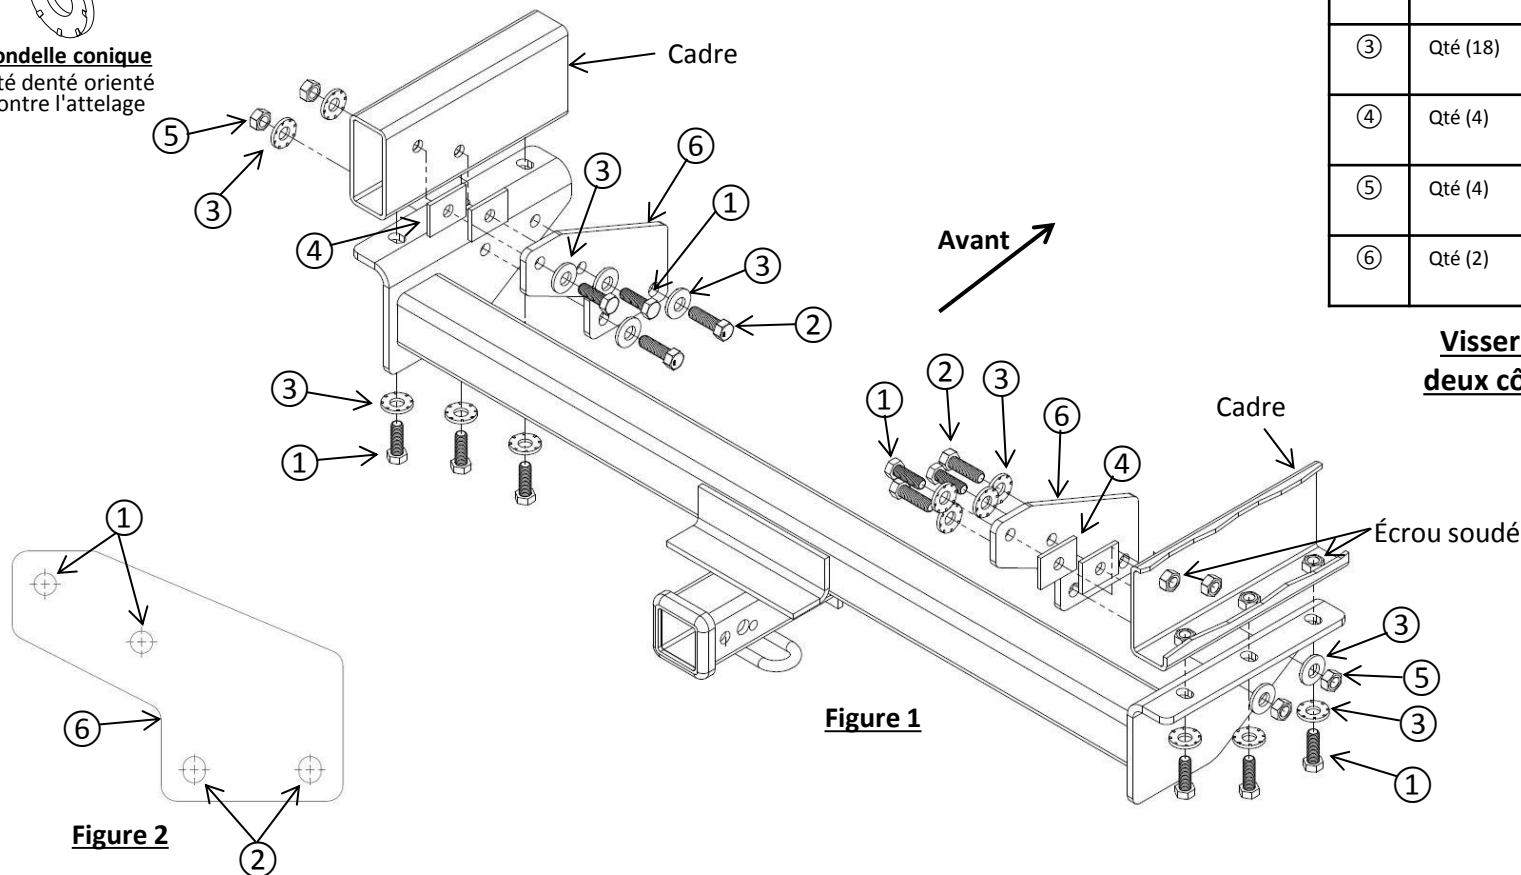

Figure 1
- Install Bolt Plate** – Install (2) M12 bolts (item 1) and (2) conical washers through the top (2) holes of each bolt plates. On each bolt put (1) spacer then thread the bolt into the weldnut in the frame as shown in Figure 1. In the bottom (2) holes of each bolt plate and each hitch bracket thread (1) M12 bolt (item 2) and (1) conical washer and secure each bolt with (1) conical washer and (1) M12 nut.
- Installer les plaques de boulons** – Poser deux (2) boulons M12 (art. 1) et deux (2) rondelles coniques à travers les deux (2) trous supérieurs de chaque plaque de boulon. Sur chaque boulon, placer un (1) espaceur puis visser le boulon dans l'écrou soudé du cadre, comme illustré à la Figure 1. Dans les deux (2) trous inférieurs de chaque plaque de boulon et chaque support d'attelage, placer un (1) boulon M12 (art. 2) et une (1) rondelle conique, puis enfiler sur chaque boulon une (1) rondelle conique et un (1) écrou M12.